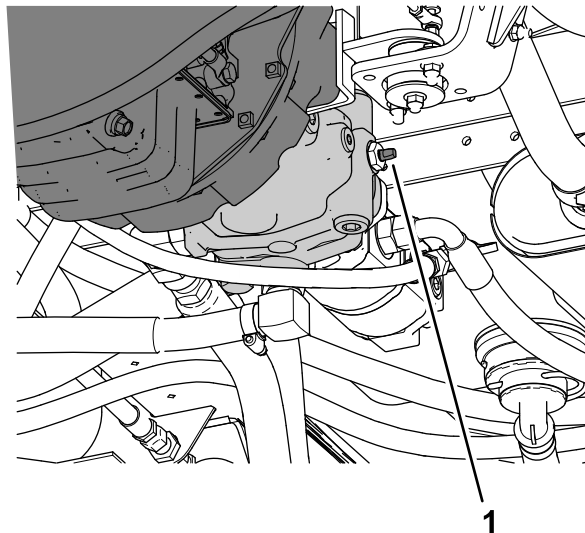

Рисунок 56
3. Поверните буксировочный клапан (Рисунок 56) на 90 градусов в любом направлении, чтобы открыть его.